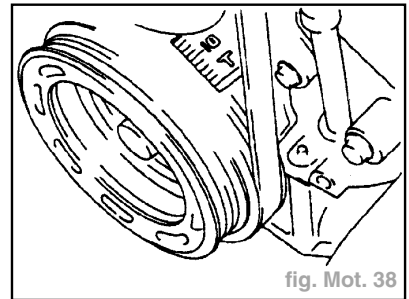

fig. Mot. 38
- Vérifier que le repère (jaune) (fig. Mot. 38) de la poulie de vilebrequin est conforme à la valeur spécifiée : **10° ± 1°** avant PMH.